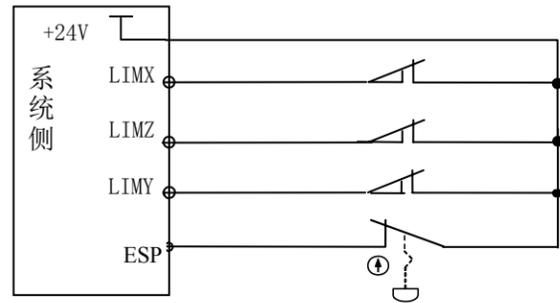

图 2-34B 急停、行程开关独立连接
② 行程限位与急停独立连接，连接方式如下图 2-34B 所示: